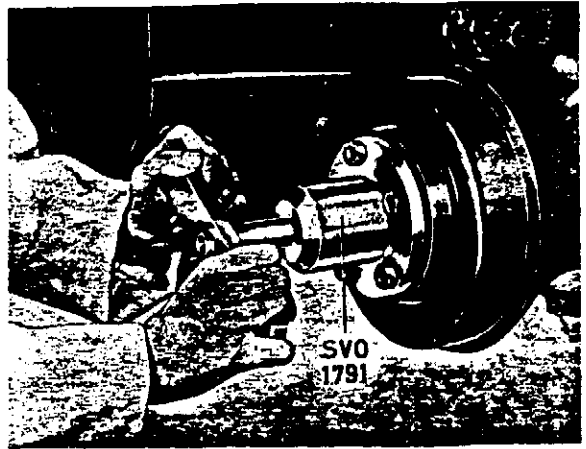

Abb. 21 Ausbau der Nabe
2. Handbremse lösen. Radnabe mit Werkzeug SVO 1791, siehe Abb. 21, abziehen.